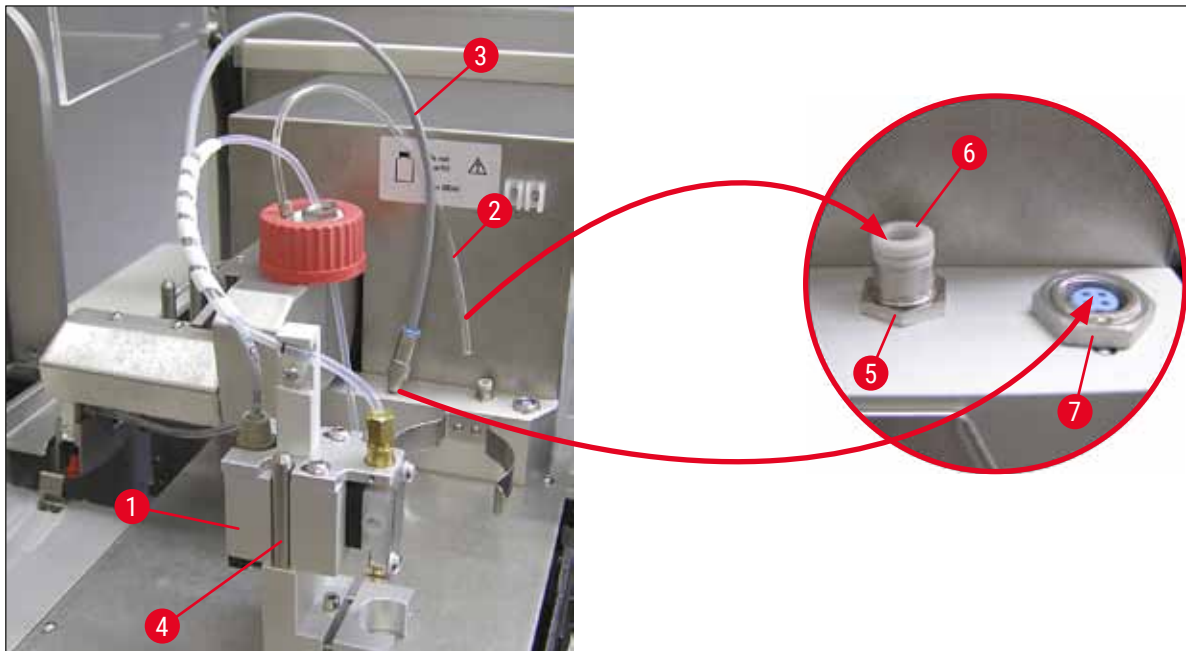

Fig. 11
2. Insérer le distributeur (→ Fig. 11-1) dans le support (→ Fig. 11-4) en position d'amorçage (→ Fig. 11).